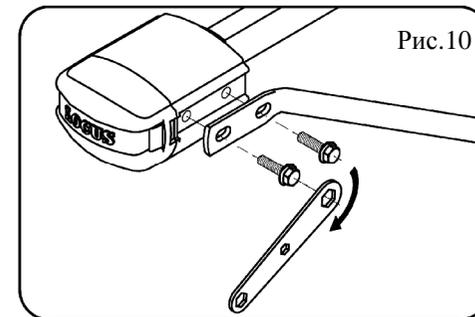

Рис.10
5.12.Поочередно присоединить вибраторы метрового диапазона к большой монтажной коробке (рис.10).